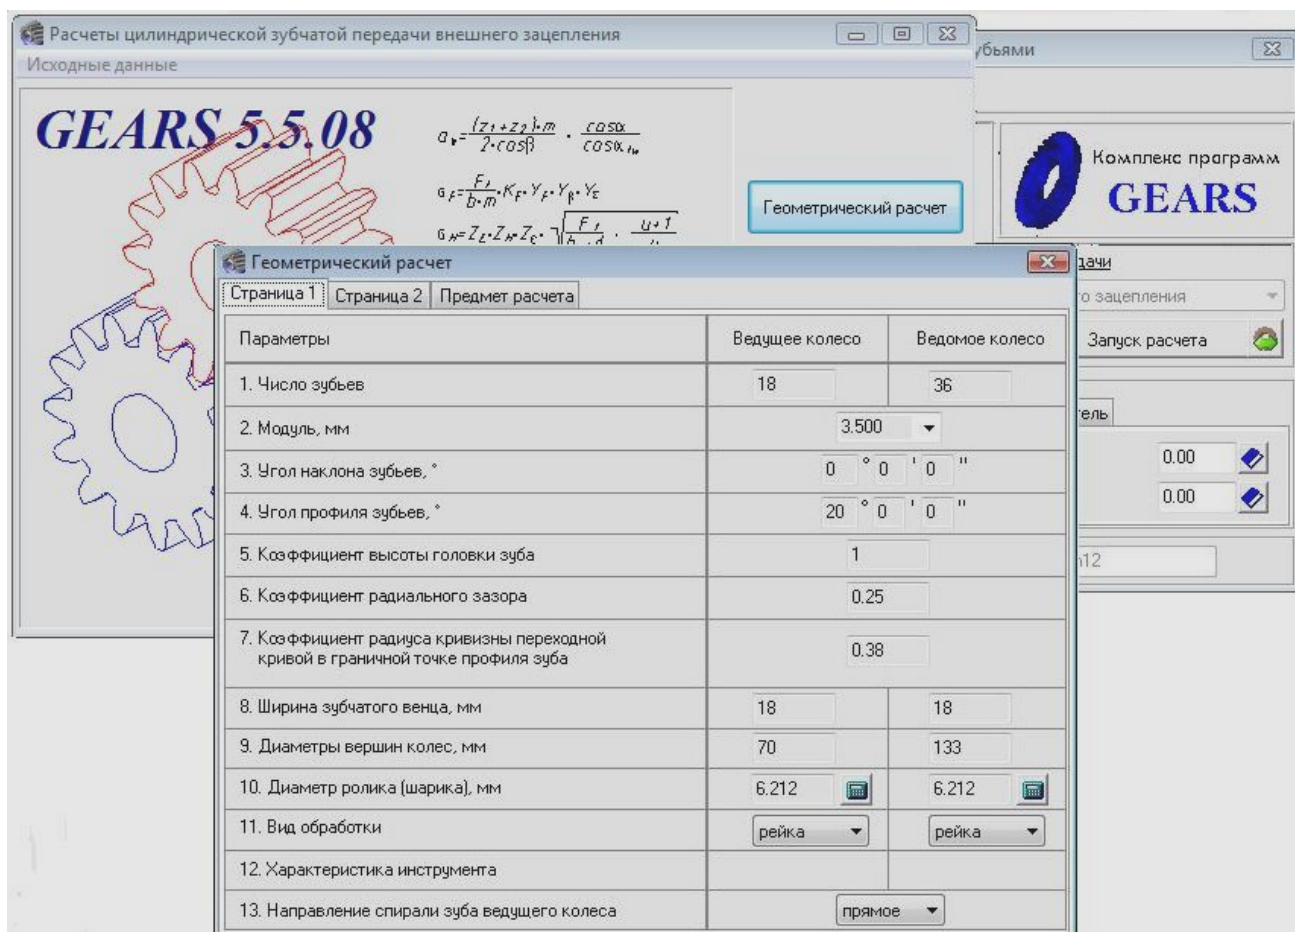

Рис. 3.20. Окна запуска расчета зубчатых передач «Комплекс программ GEARs»
- В окне «Геометрический расчет» (рис. 3.20) на *Странице 1* установите следующие параметры: число зубьев ведущего колеса 18, ведомого – 36; модуль зацепления 3,5; ширина зубчатых венцов 18 мм; диаметры вершин колес 70 мм и 133 мм; диаметры роликов колес назначьте рекомендуемые из списка  (6, 212 мм). Остальные параметры оставьте без изменения.